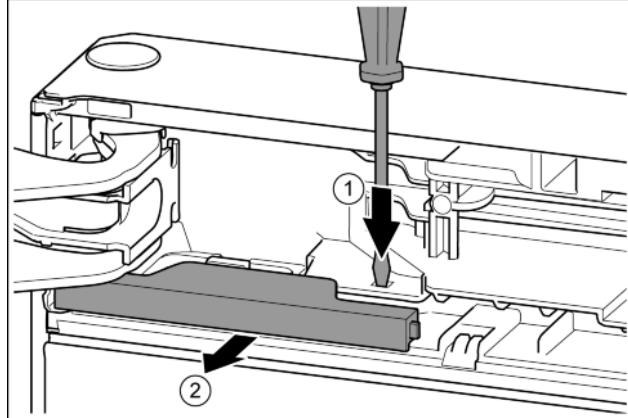

Fig. 12
- ▶ За допомогою шліцевої викрутки притисніть накладку. Fig. 12 (1)
- ▶ Витягніть кришку з фіксатора. Fig. 12 (2)